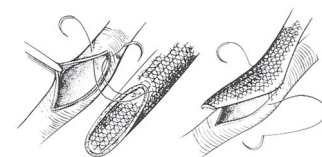

рис. 9
2. В качестве шовного материала рекомендуется использовать однонитевый полипропилен. Во время шивания выворачивайте наружу концы протеза и при каждом стежке прошивайте всю стенку и каждую сетчатую петельку. Рис. 9.